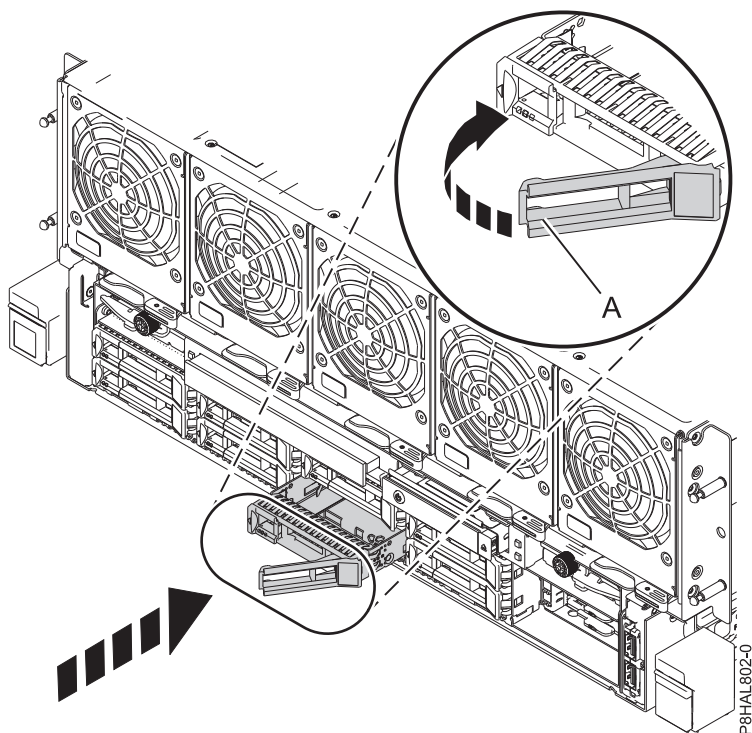

Figura 13. Instal·lació d'una unitat de disc en un sistema 8408-44E o 8408-E8E
4. Desbloquegeu la nansa del compartiment d'unitats (**A**) prement-la i estirant-la cap a vosaltres. Si la nansa no s'estén del tot, la unitat no podrà lliscar en el sistema. Consulteu Figura 13 a la pàgina 22.
8. Quan el LED d'identificació parpellegi per la ranura seleccionada, moveu la unitat al fons de la ranura i pressioneu la nansa del compartiment d'unitats (**A**) fins que quedi bloquejada, tal com es mostra a Figura 13 a la pàgina 22.